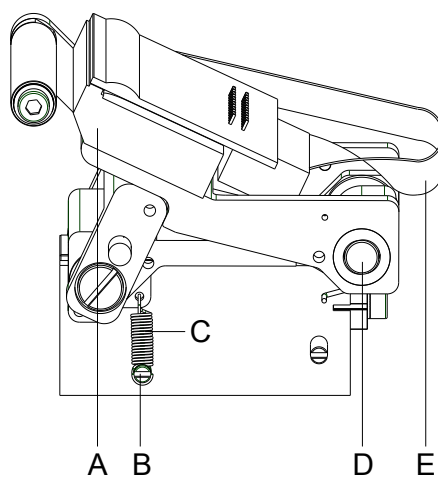

Figura 18
3. Desenchufe el cable (E, Figura 18) del cabezal de impresión (A, Figura 18).